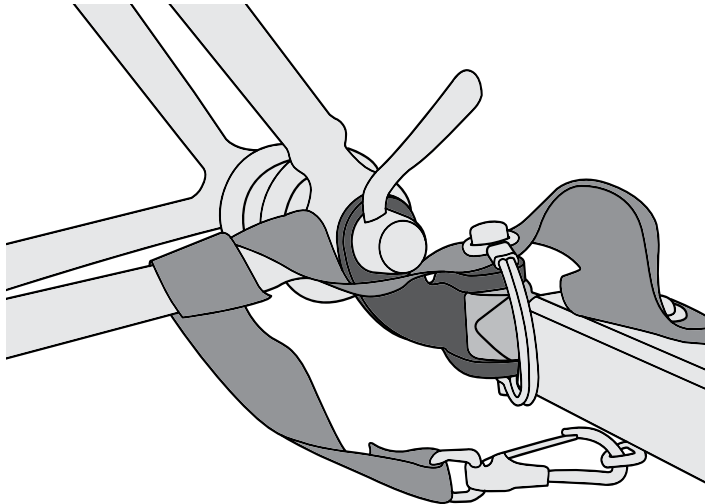

Figure 19
2. **Hooking the tow bar to the hitch:** Insert flex connector in between the two holes on the hitch. Insert retaining pin and close retainer. Wrap safety strap around the frame of the bike twice and latch to the D-ring on the tow bar (Figure 19).
2. **Accrochage de la barre de remorque à l'attelage :** Insérez le raccord souple entre les deux trous sur l'attelage. Insérez la goupille de sécurité et fermez le dispositif de retenue. Enroulez la sangle de sécurité autour du cadre du vélo deux fois et accrochez-la à l'anneau d'arrimage sur la barre de remorque (Figure 19).
2. **Ankoppeln der Zugstange an der Anhängerkupplung:** Stecken Sie das flexible Verbindungsstück zwischen die beiden Löcher der Anhängerkupplung. Stecken Sie den Sicherungsstift hinein und schließen Sie die Arretierung. Wickeln Sie den Sicherheitsriemen zweimal um den Fahrradrahmen und befestigen Sie ihn an der Öse an der Zugstange (Abb. 19).